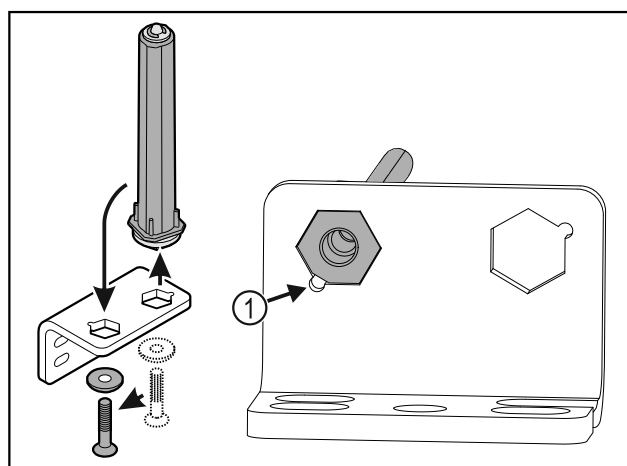

Fig. 35
- Bodite pozorni, da pri vstavljanju izravnalne točke sornika Fig. 35 (1) kažejo v smeri okrogle luknje.